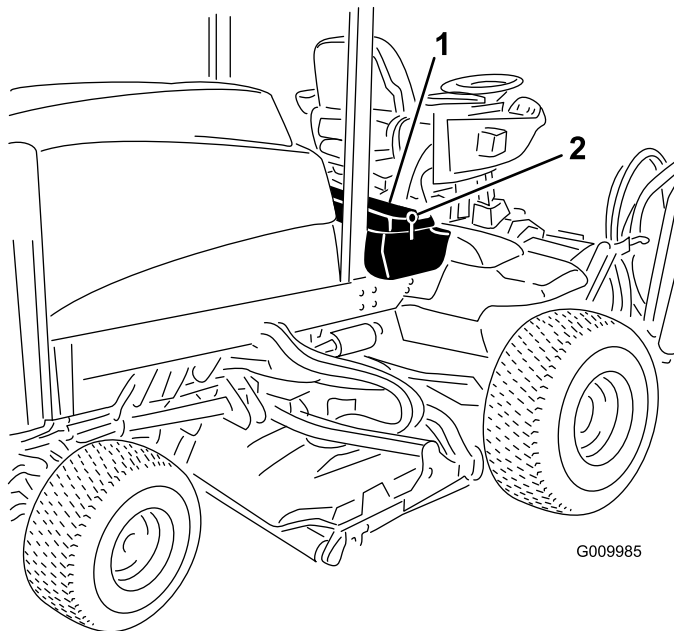

Figure 91
1. Déverrouillez et soulevez le panneau de la console (Figure 91).